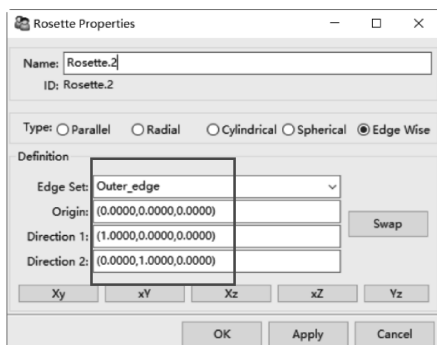

图 7-8 创建 Rosette (Out_edge)
(2) 创建外边参考坐标:右键单击【Rosette】,从弹出的快捷菜单中选择【Create Rosette...】,弹出 Rosette 属性对话框,如图 7-8 所示,【Type】= Edge Wise,【Edge Set】= Out_edge,【Origin】= (0.0000, 0.0000, 0.0000),【Direction1】= (1.0000, 0.0000, 0.0000),【Direction2】= (0.0000, 1.0000, 0.0000),其他默认,单击【OK】关闭对话框。